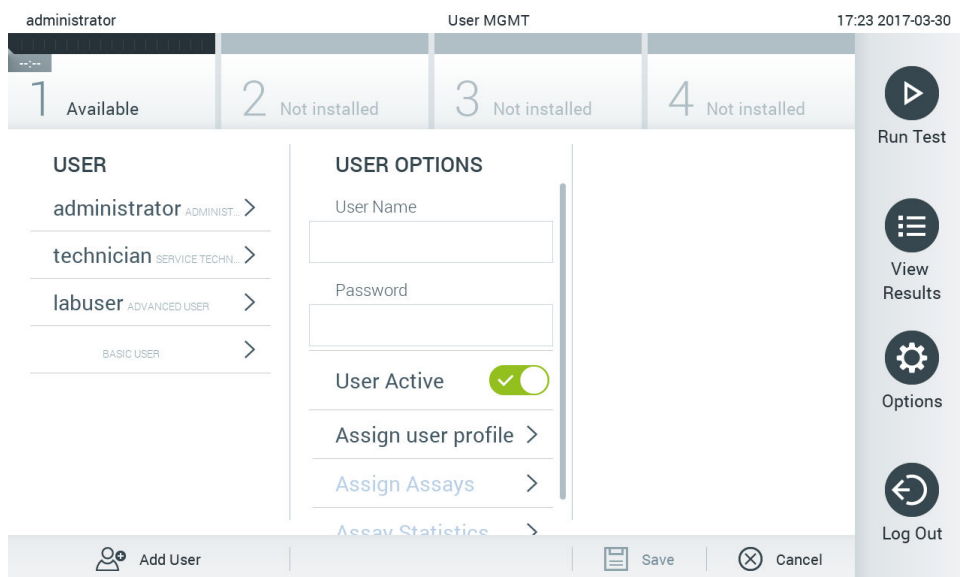

Bild 64. Lägg till en ny användare.
- Tryck på knappen Options (Alternativ) och därefter knappen User Management (Användarhantering) för att konfigurera användare. Skärmen User Management (Användarhantering) visas i skärmens innehållsområde (bild 64).